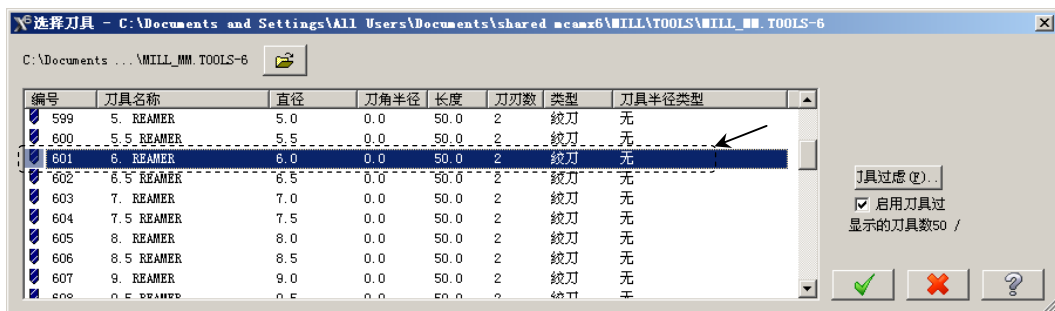

图 16.24 “选择刀具”对话框
Step4. 选择刀具。在“2D 刀具路径 – 钻孔/全圆铣削 深孔钻-无啄孔”对话框中单击 **选择刀具** 按钮，系统弹出“选择刀具”对话框，在该对话框的列表框中选择图 16.24 所示的刀具。单击 按钮，关闭“选择刀具”对话框，系统返回至“2D 刀具路径 – 钻孔/全圆铣削 深孔钻-无啄孔”对话框。